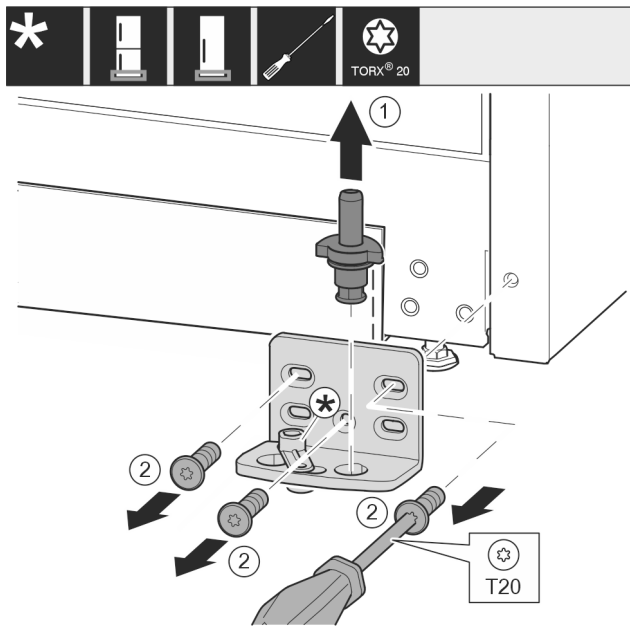

Fig. 15
- Retirer entièrement l'axe de palier Fig. 15 (1) par le haut.
- Desserrer les vis Fig. 15 (2) avec un tournevis et retirer le support de palier.